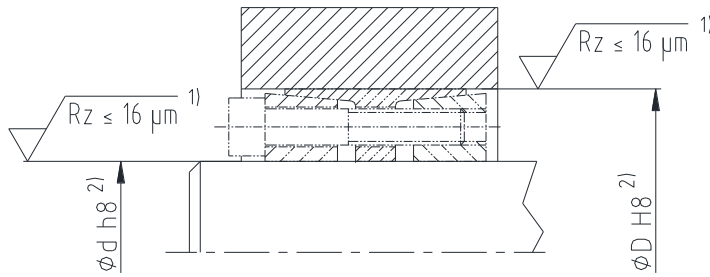

Bild 2: Toleranzen und Oberflächen
- Prüfen Sie Wellen- und Nabensitz auf vorgeschriebene Toleranz (Bild 2).